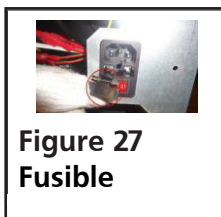

Figure 27
5. Fusible : Un élément fusible à l'arrière du dispositif protège contre les défauts et les risques d'électrocution. Voir Figure 27.